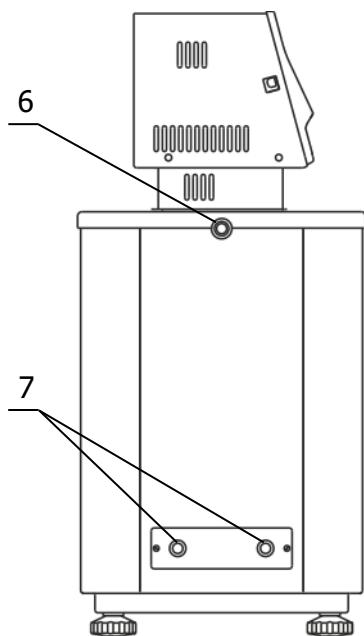

Рисунок 4 — Боковая панель термостата
2.2.6 К переливному штуцеру 6 (рисунок 4) присоединить гибкий шланг, второй конец которого опустить в емкость для сбора излишков теплоносителя объемом 1.5–2 литра.
2.2.7 Заполнить ванну термостата теплоносителем через одно из отверстий рабочих мест до момента начала слива теплоносителя из штуцера 6 (рисунок 4). Температурный диапазон применения теплоносителя должен соответствовать значениям, указанным в 1.2.6.
2.2.9 Для работы термостата при температурах теплоносителя, близких к окружающей температуре, может потребоваться дополнительное охлаждение с помощью встроенного теплообменника. В этом случае необходимо подключить термостат к водопроводной сети или специальному холодильному устройству при помощи шлангов, присоединенных к штуцерам теплообменника 7 (рисунок 4). Поток охлаждающей жидкости должен быть равномерным и, по возможности, небольшим. Дополнительное охлаждение не требуется, если температура теплоносителя выше температуры окружающей среды более чем на 25 °C.